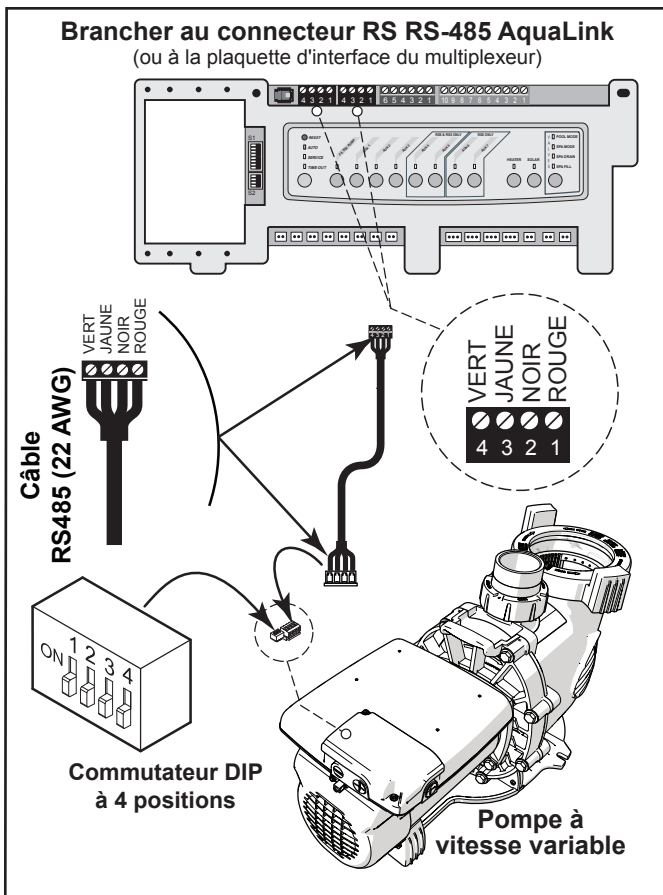

Figure 5. Câblage AquaLink RS, PDA or Z4
2. Positionner les commutateurs DIP 1 et 2, doit être en position «OFF» (désactivés). Voir "Figure 5. Câblage AquaLink RS, PDA or Z4".
5. Raccorder le nouveau câble RS-485 du régulateur AquaLink par le biais du raccord de compression disponible et passer le câble à 4 conducteurs par l'orifice fileté de l'entraînement du moteur le plus proche du connecteur. Voir la "Figure 5. Câblage AquaLink RS, PDA or Z4".
6. Raccorder l'autre extrémité du câble à un connecteur RS-485 sur le régulateur AquaLink RS (ou carte d'interface du multiplexeur), en faisant correspondre les couleurs de fil avec les positions du connecteur. Voir la "Figure 5. Câblage AquaLink RS, PDA or Z4".
Comme on le voit sur les figures 5 et 6, le commutateur DIP de position présente deux (2) fonctions: sélectionner la direction de la pompe et détermine quel type de contrôleur peut être utilisé avec la pompe.
Voir les figures 5 et 6 pour connaître l'emplacement du compartiment. Un couvercle d'accès retenu par une vis cruciforme doit d'abord être retiré.